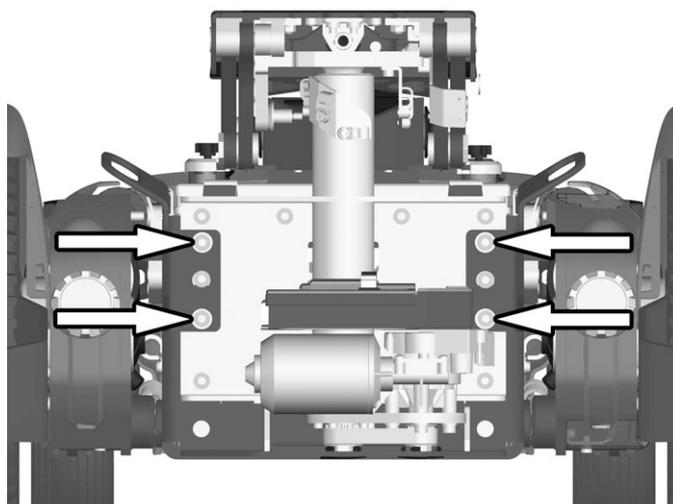

Abbildung 80. Die vorderen Transportösen sind mit je zwei Schrauben befestigt.
3. Die vorderen Transportösen wieder anmontieren. Sie sind mit je zwei Schrauben befestigt. Siehe Abbildung. 80.